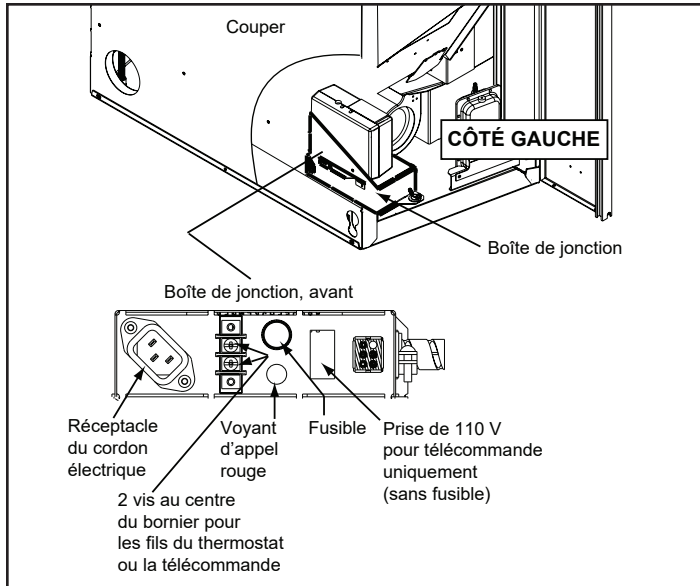

Figure 11.1
3. Localisez l'interrupteur d'enclenchement du chauffage situé sur le côté inférieur droit de la boîte à feu, devant le panneau d'accès droit. Réglez-le sur HAUT, puis réglez le thermostat sur la température maximum. Le voyant d'appel rouge s'allume (il est situé à l'avant de la boîte de jonction, derrière le panneau d'accès gauche). Cela indique que le thermostat demande de la chaleur. **Figure 11.1.**